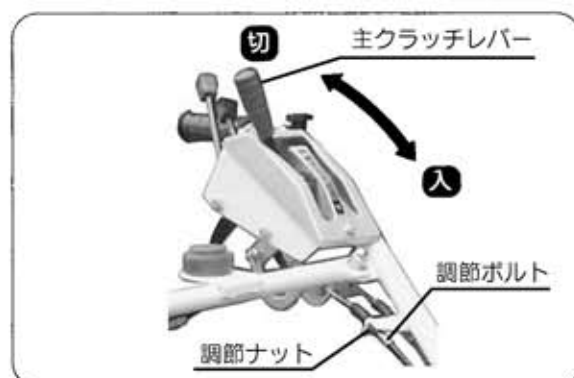

図41
- ④ ワイヤの調節は、ワイヤの調節ナットをゆるめて調節ボルトを回してアウターの長さを替えて調節をおこなってください。(図41)